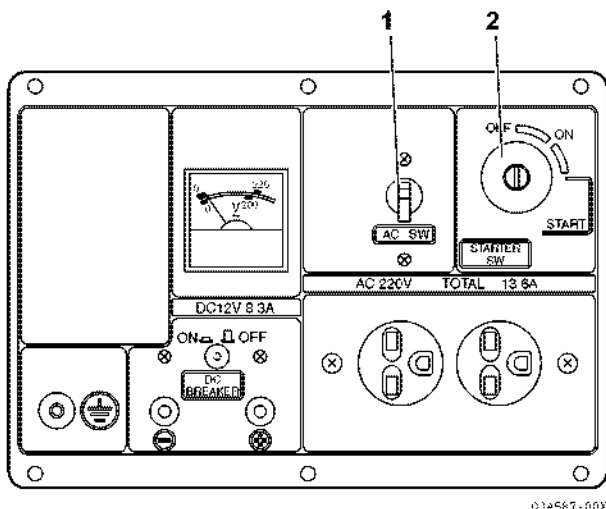

Рис. 58
1. Выключите рубильник (главный выключатель цепи переменного тока) (Рис. 58, (1)) — установите его в положение OFF (ВЫКЛ.)
3. Поверните ключ зажигания (Рис. 58, (2)) в положение OFF (ВЫКЛ.)